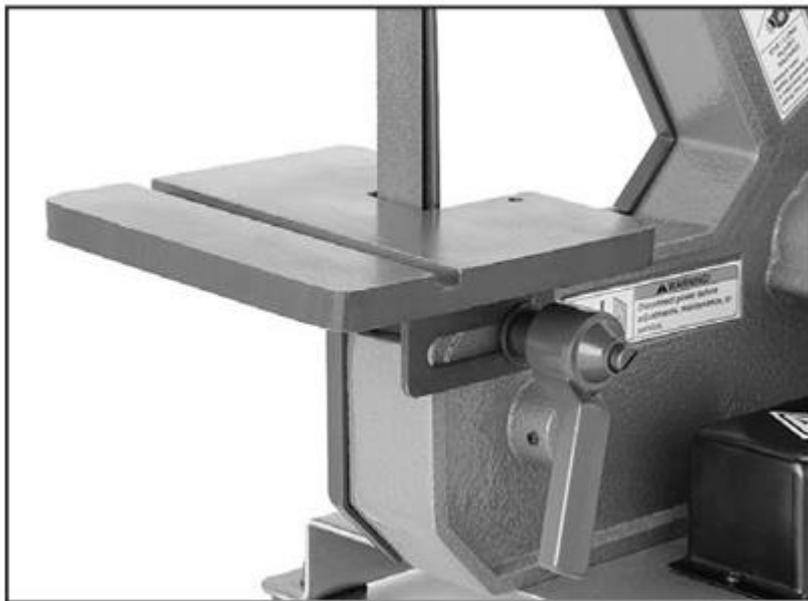

Рис. 19. Установка стола узла шлифовальной лентой.
19. Установите стол узла шлифовальной ленты на расстоянии 1,6 мм от шлифовальной ленты и закрепите его на месте с помощью ручки фиксации стола (см. рис. 19).